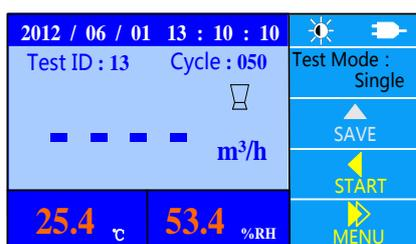

図 3
- 数秒後、デバイスドライバインストールウィザードが終了したことを示す画面（図 3）が表示されます。[Finish]をクリックして完了します。